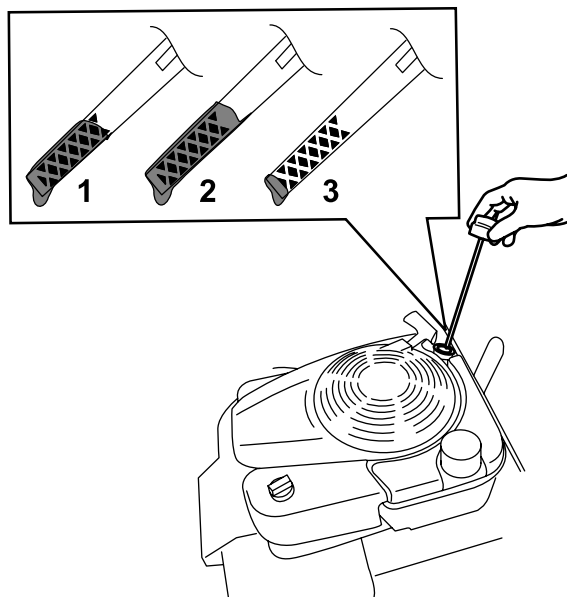

Рисунок 29
3. Извлеките масломерный щуп, повернув крышку против часовой стрелки и вытянув его (**Рисунок 29**).
10. Определите уровень масла по отметкам на щупе (Рисунок 29).